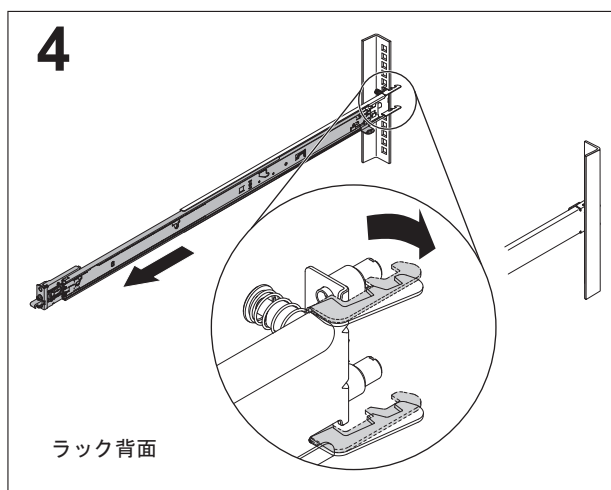

図 55. スライド・レールの後部端の取り外し
3. 図 55に示すように、スライド・レールをラックの後部から外します。